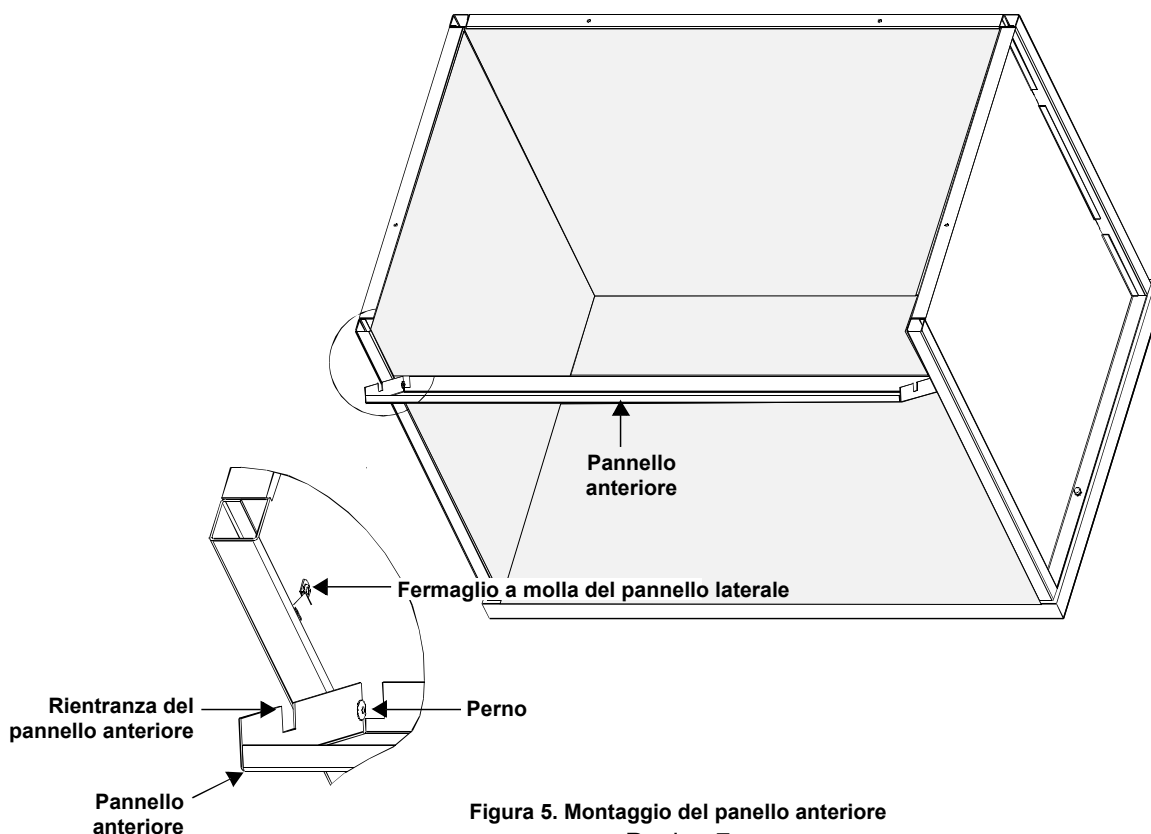

Figura 5. Montaggio del pannello anteriore
7. Inserire i perni situati in ognuno dei due pannelli laterali in corrispondenza delle fessure che si trovano nel pannello anteriore (5).
9. Sollevare il pannello anteriore verso l'unità ruotandolo sui suoi perni e bloccarlo con i fermagli a molla che si trovano sui pannelli sinistro e destro. Vedere la Figura 5.